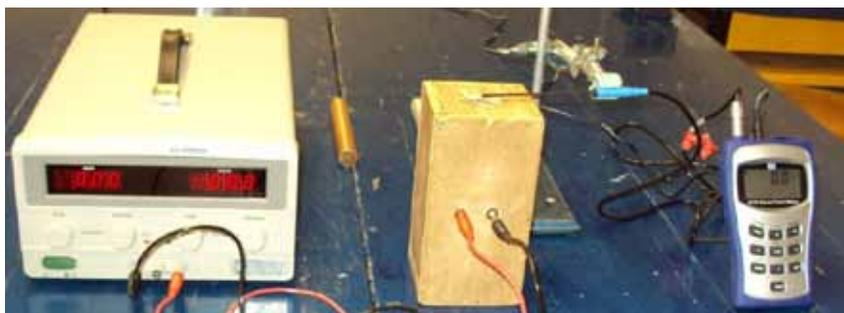

Figura 10.3 Medición del campo magnético de un solenoide
- b) Arme el dispositivo que se muestra en la figura 10.3. Asegúrese que la punta de la sonda del teslámetro quede en el centro de la bobina, bien fija y aproximadamente a 1mm por arriba del entrehierro.